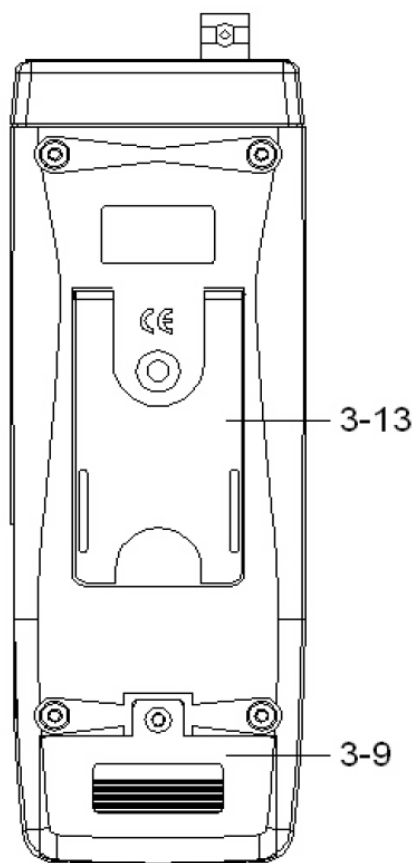

FIG.3
- * Para la medición de la solución estándar PH7, ajustar el PH 7 VR (3-14, fig. 3) al valor de visualización dentro de PH6 hasta pH 8.
- * Para la medición de la solución estándar PH4, ajustar el PH 4 VR (3-15, fig. 3) al valor de visualización dentro de PH3 a pH 5.
- * Para la medición de la solución estándar de PH10, ajustar el PH 10 VR (3-15, fig. 3) al Valor de visualización dentro PH9 a PH